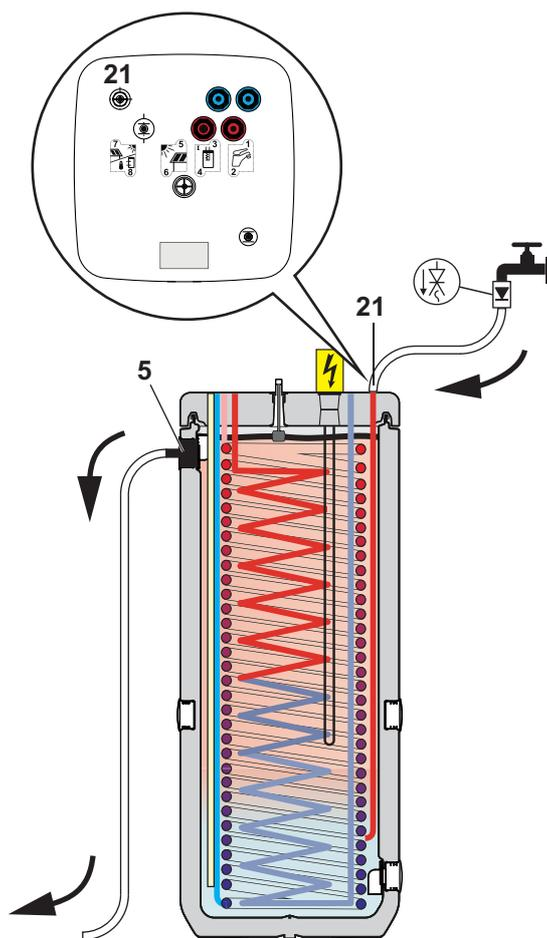

Fig. 3-4 Riempimento accumulatore inerziale - senza $p=0$ sistema solare e senza raccordo di riempimento KFE
- Collegare il tubo di riempimento con antiriflusso (1/2") al raccordo "Mandata DrainBack solare" (fig. 3-4, pos. 21).
- **Riempire** il contenitore del serbatoio Daikin EKHWP **finché l'acqua non fuoriesce dal troppopieno di sicurezza** (fig. 3-4, pos.5).